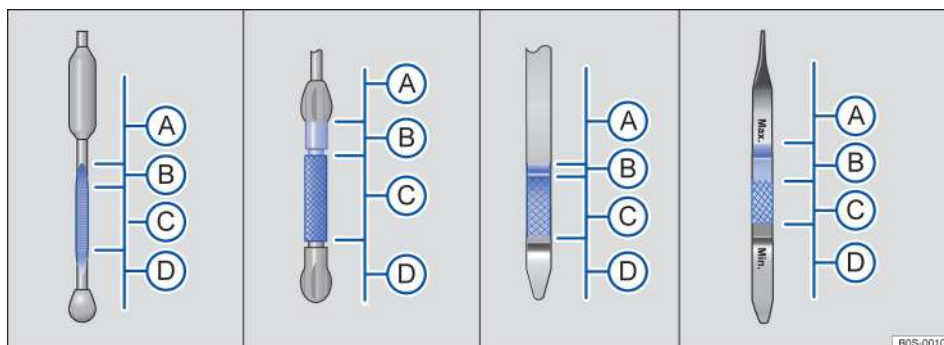

Рисунок 113. Метки уровня моторного масла на щупе (разные типы)
Уровень масла должен быть на верхней границе зоны (C) → Рисунок 113 (C) при работе двигателя в тяжелых условиях, при дальних поездках по автомагистралям в летнее время, буксировке прицепа или движении в горной местности. ◀
7. Снова вытащите масляный щуп и проверьте уровень масла на щупе. Информация об уровне масла помечена следующим образом →Рисунок 113: (А). Уровень моторного масла слишком высок. Не запускайте двигатель →ⓘ. Пожалуйста, свяжитесь с авторизованным дилером Компании.
(С) Уровень моторного масла в норме. Например, при большой нагрузке на двигатель. →Рисунок 113, моторное масло можно добавлять до верхнего предела этой области. Перейдите к шагу 8 или 16.
13. Уровень масла в двигателе после заливки должен быть как минимум в середине области →Рисунок 113 (С). Уровень масла не должен превышать зону →Рисунок 113 (С). Должно находиться в пределах → Рисунок 113 (С) и зоны (В), но никогда не должно быть в зоне → Рисунок 113 (А) →ⓘ
14. Не запускайте двигатель, если по ошибке было добавлено слишком много моторного масла, а уровень масла находится на отметке →Рисунок 113 (А). Свяжитесь с авторизованным дилером Компании.
- Не запускайте двигатель, если случайно залили слишком много моторного масла, а уровень моторного масла находится в зоне →Рисунок 113 (А). Свяжитесь с авторизованным дилером Компании. В противном случае каталитический нейтрализатор и двигатель могут быть повреждены.
Уровень моторного масла не должен быть выше зоны →Рисунок 113 (В). В противном случае масло попадет в устройство вентиляции картера и в атмосферу через выпускное устройство. ◀